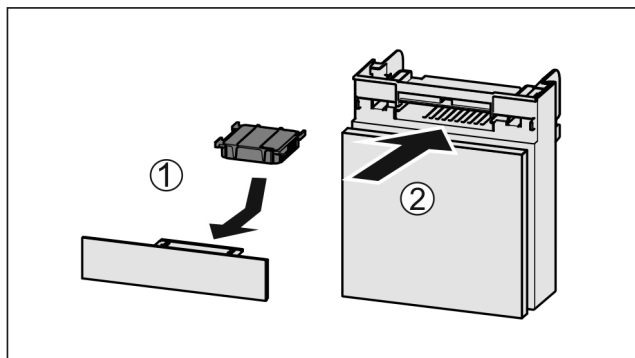

Fig. 132
- ▶ Вставити фільтр з активованого вугілля за малюнком Fig. 132 (1).
- ▶ Вставити відділення Fig. 132 (2).